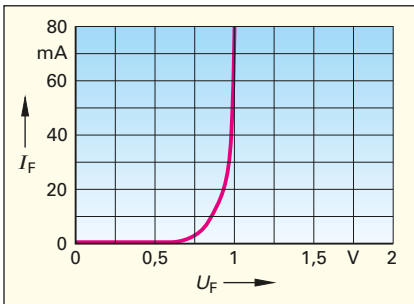

Bild 1: Kennlinie eines elektronischen Bauelementes
1. a) Ergänzen Sie mithilfe des Diagramms (Bild 1) die Wertetabelle.